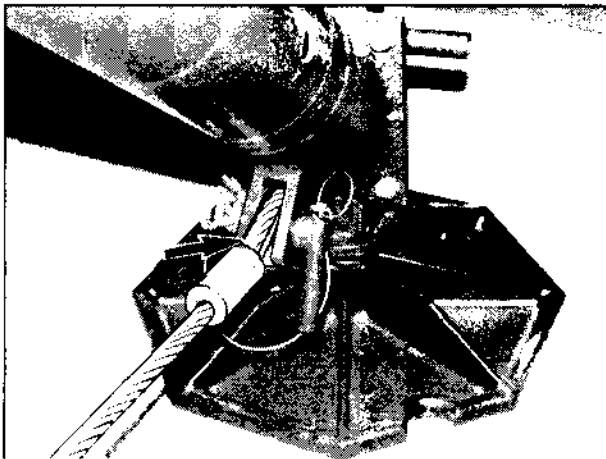

Bild 81
10. Das andere Ende des Spannseils am unteren Rohr einhängen (Bild 81/Pfeil) und mit Federstecker sichern.